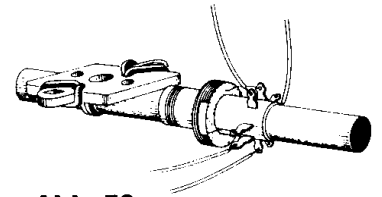
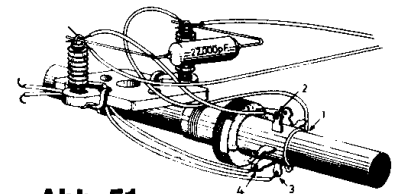

Abb. 50
Abb. 51
**Spezielle Arbeiten:** An die Außenanschlüsse U und V klemmst du eine Adapterspule, die du dir selbst wie folgt zusammenbaust: Auf den Ferritstab schiebst du die LW-Antennenspule. Dann befestigst du auf dem Ferritstab das Zwischenstück für den Drehkondensator mit einem Gummiband (Abb. 50). Durch die Löcher des Zwischenstückes schiebst du zwei Haarnadelfedern, auf die von der anderen Seite Klemmfedern gesetzt werden. Hierin befestigst du einen Polyester-Kondensator 22 000 pF und die Anschlußdrähte 1 rot und 2 gelb der LW-Antennenspule. Außerdem zwei isolierte Drähte, mit denen du den Adapter an den Außenanschlüssen des Gerätes befestigst (Abb. 51). Die Anschlußdrähte grün und grau der Antennenspule werden nicht benötigt; klemme sie unter dem Gummi fest. Die Enden dürfen sich aber nicht berühren.